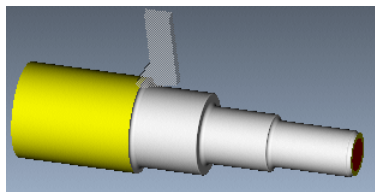

图 5.1.20 加工仿真
Step1. 在“区域车削”操控板中，单击 按钮，系统弹出“VERICUT 7.1.5 by CGTech”窗口，单击 按钮，运行结果如图 5.1.20 所示。